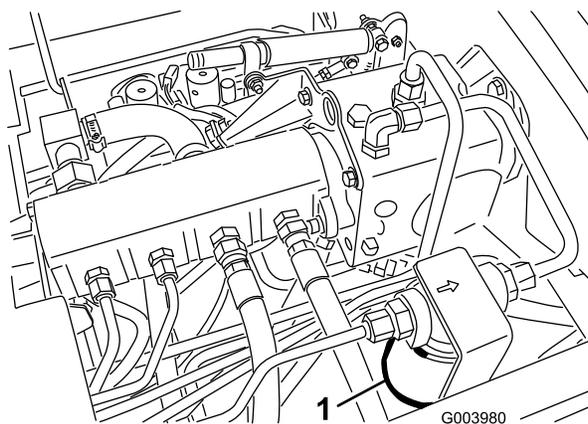
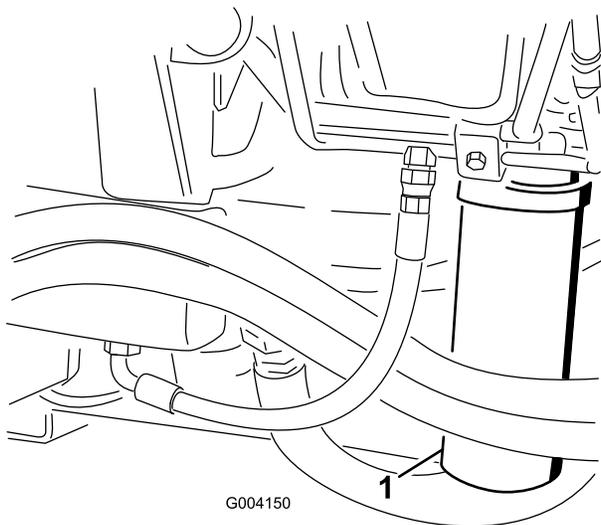

図 70
図 71
2. フィルタ取り付け部付近をきれいに拭い、下に容器を置く 図 70 と 図 71。